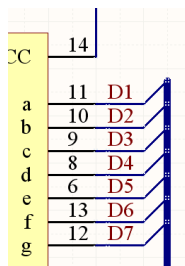

图 7-20 绘制好的总线引入线、放置网络标签后的总线
(5) 单击 OK 按钮，完成对总线引入线属性的修改。
(6) 将鼠标指针移到将要放置总线引入线的器件管脚处，鼠标指针上出现一个红色的星形标记，单击即可完成总线引入线的放置，如果总线引入线的角度不符合布线的要求，可以按空格键调整总线引入线的方向。
(7) 重复步骤 (6) 的操作，在其他管脚放置总线引入线，当所有的总线引入线全部放置完毕，右击或按 Esc 键，退出放置总线引入线的状态，此时鼠标指针恢复为箭头状态 。
(8) 单击选中总线，按住鼠标，调整总线的位置，使其与一排总线引入线相连，绘制好的总线引入线如图 7-20 所示。
如图 7-20 所示为一个已放置好网络标签的总线的一端。